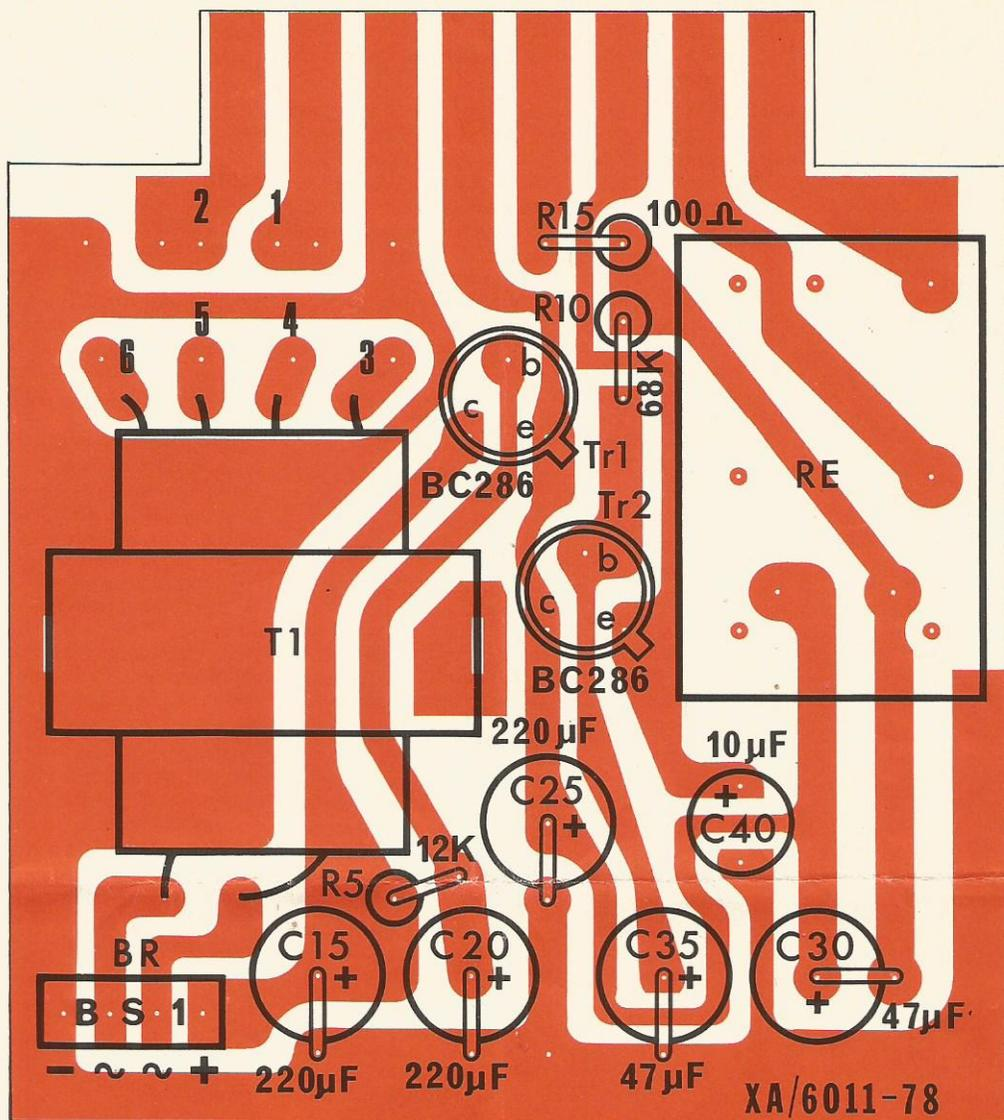

Fig. 5 - Serigrafia dell'alimentatore.
□ Prendere la piastrina (16) fig. 3 corrispondente all'alimentatore; della quale diamo in fig. 5 la serigrafia in trasparenza, con sovrastampa la disposizione dei componenti. Si noterà che, per risparmio di spazio in superficie, i componenti sono disposti in verticale